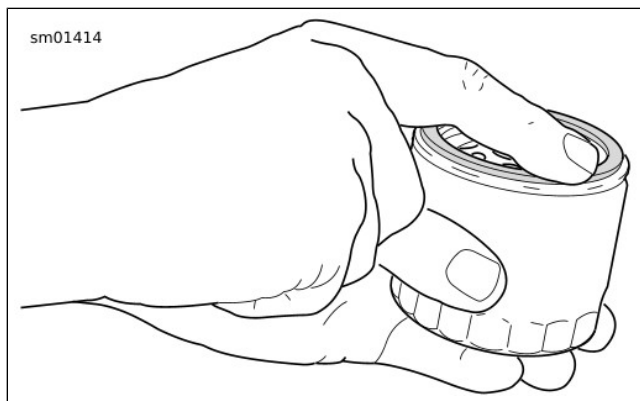

Figura 46. Lubrificazione della nuova guarnizione del filtro dell'olio
7. Vedere Figura 46. Installare il **nuovo** filtro dell'olio.